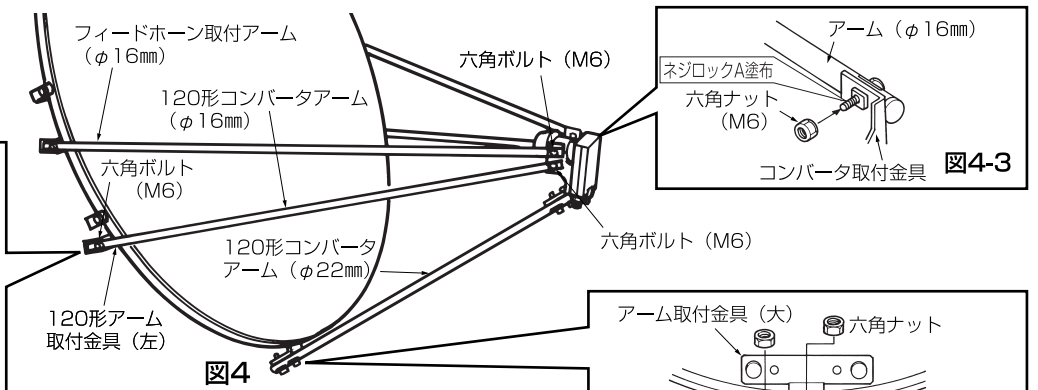

図4
- ① コンバータ・取付金具を図4のように120形コンバータアーム (φ16mm)、120形コンバータアーム (φ22mm) およびフィードホーン取付アーム (φ16mm) についている六角ボルト (M6) で強固に締め付けてください。そのとき六角ナット (M6) をボルトにはめ合わせてWナットとし、また、ボルト・ナットには付属のネジロックA (1303) を塗布してください。
- ② 120形コンバータアーム (φ22mm) の反射鏡側の120形アーム取付金具 (大) の六角ボルト (M8) を強固に締め付けてください。そのとき、六角ナット (M6) をボルトにはめ合わせてWナットとし、また、ボルト・ナットは付属のネジロックA (1303) を塗布してください。
- ③ 120形コンバータアーム (φ16mm) の反射鏡側の120形アーム取付金具 (右) および (左) の六角ボルト (M6) を強固に締め付けてください。そのとき、六角ナット (M6) をボルトにはめ合わせてWナットとし、また、ボルト・ナットには付属のネジロックA (1303) を塗布してください。
- ④ フィードホーン取付アーム (φ16mm) の反射鏡側のハードロックナット (M6) を強固に締め付けてください。また、ボルト・ナットには付属のネジロックA (1303) を塗布してください。